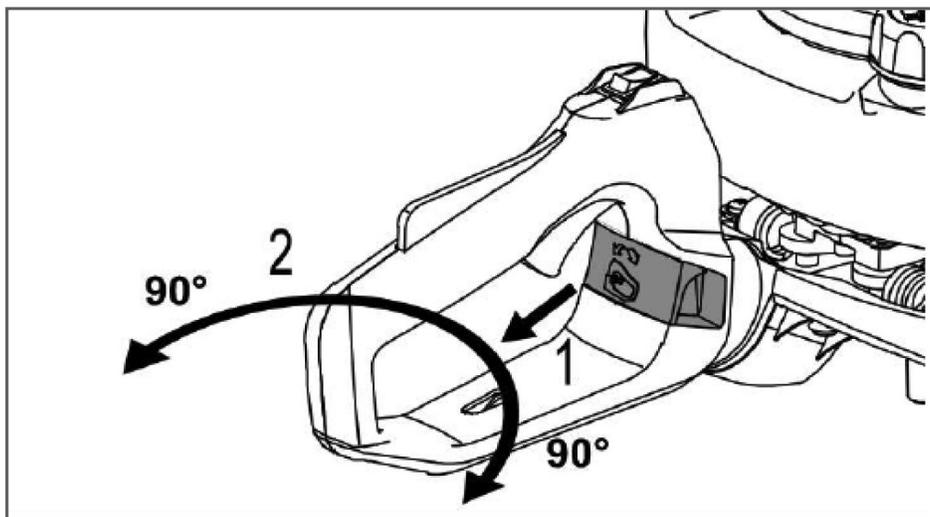

Рис. 4
- Установите рукоятку в нужное положение (рис. 4).